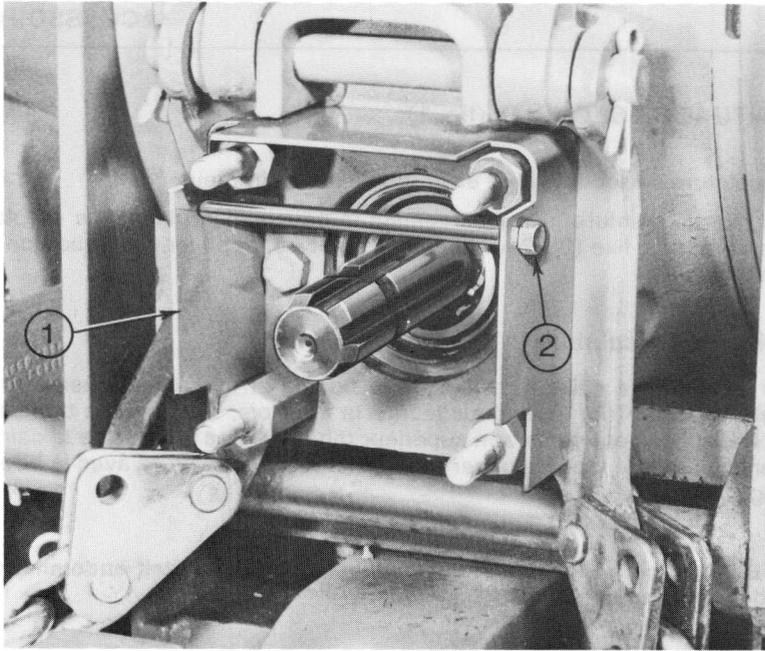

Fig. 4
POULIE (fig. 4 et 5)
- 5 – (Fig. 4). Monter le garant de prise de force (1) et serrer le boulon (2).